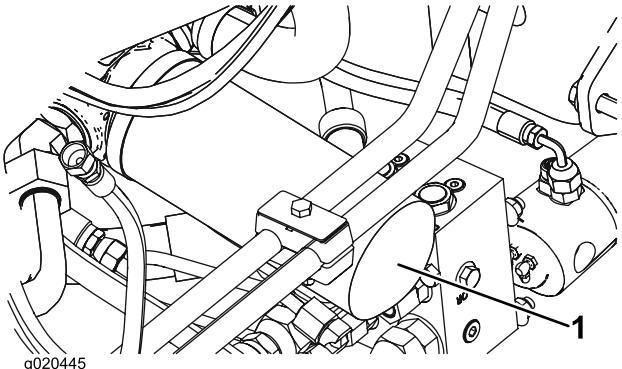

Figura 69
2. Limpe a zona em torno das áreas de montagem do filtro. Coloque um recipiente de escoamento debaixo do filtro e retire o filtro (Figura 69).